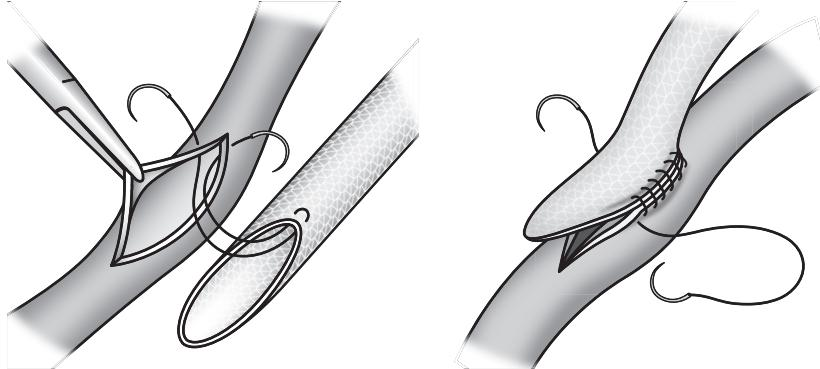

Fig. 5
2. Monofilamentpolypropylen er det foretrukne suturmaterialet. Under sururering skal kantene på protesen vrengetes, og det må sikres at hele veggtykkelsen og et nettøye tas opp med hvert sting. Fig. 5. Det anbefales å kun bruke ikke-kuttende nåler ved sying.